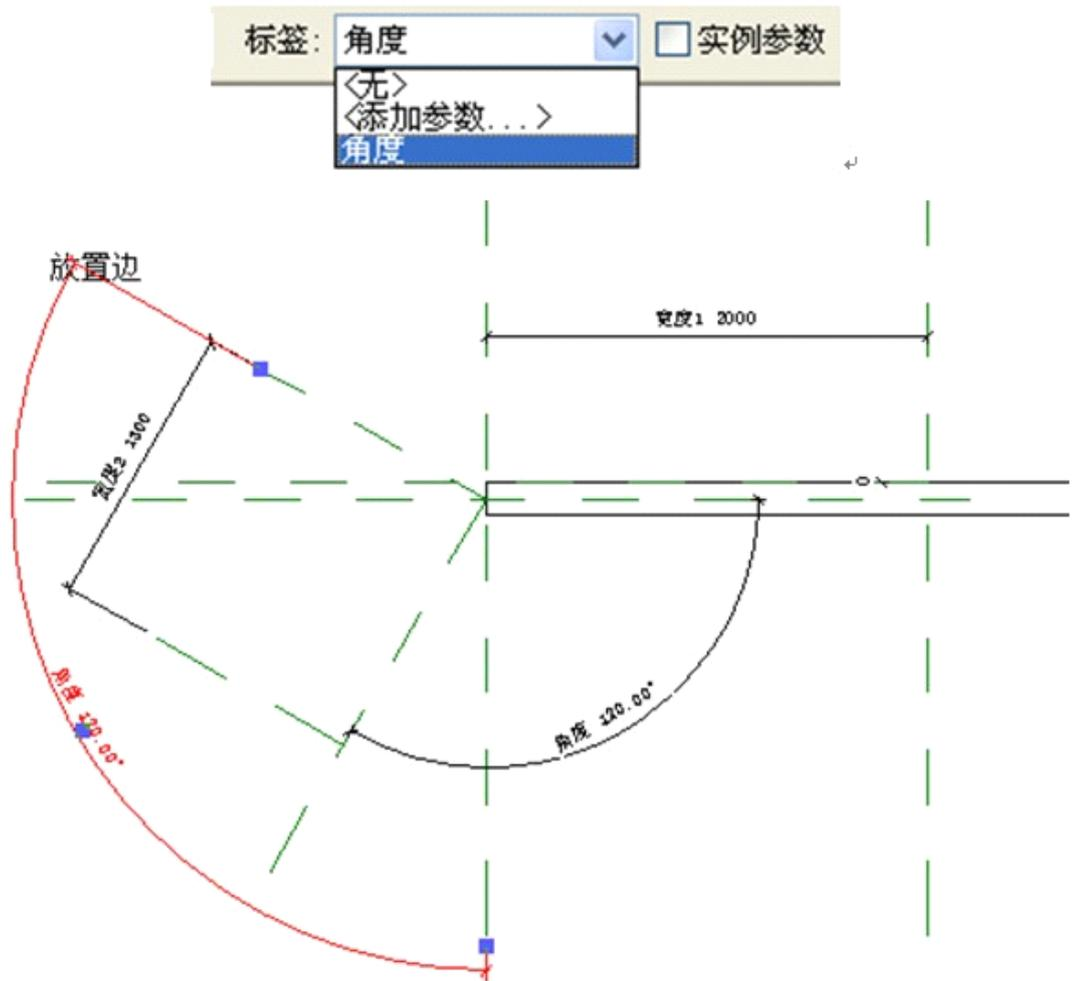

图 19.12-26
- 绘制如图 19.12-26 所示的两条参照平面, 使其垂直于倾斜参照平面, 并标注两条参照平面间距, 为其添加“宽度 2”参数; 并为垂直于倾斜参照平面的两条参照平面之一标注与左侧垂直参照平面的角度标注, 并为其定义为“角度”参数。